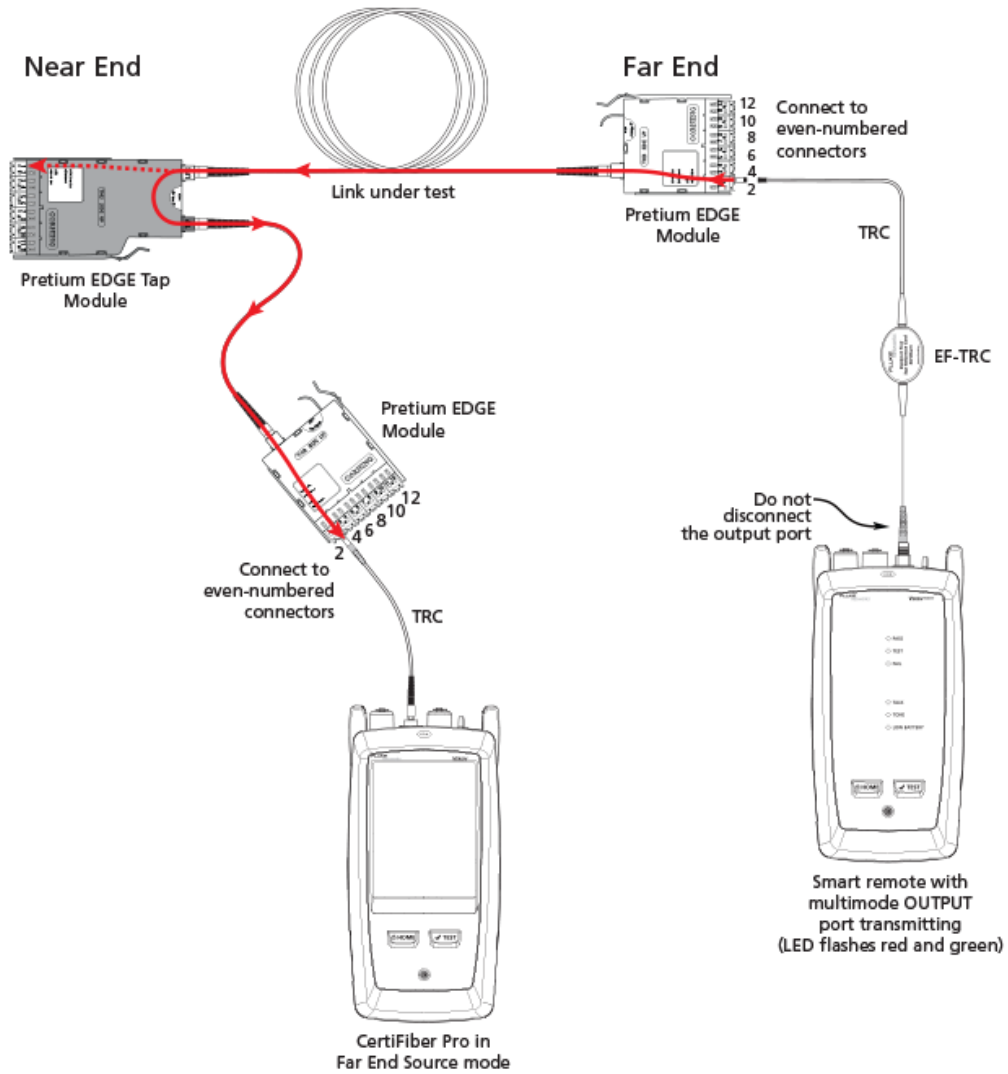

Figura 10. Connections for Testing the Tap Port Links from the Far End through an EDGE Module
3. Faça as conexões mostradas na Figura 9 se você vai fazer o teste através de um cabo de fan-out, ou na Figura 10 se você vai fazer o teste através de um terceiro módulo EDGE.